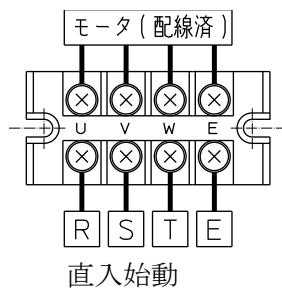
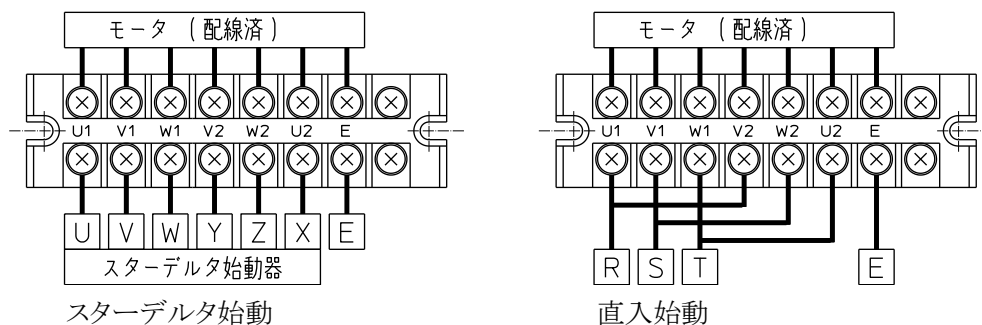

図2 固定端子台に電源接続 (モータ 3.7kW 以下機種)
図3 固定端子台に電源接続 (モータ 5.5kW 以上機種)
- (1) モータシャフトを手回して、異物の混入や接触箇所のないことを確かめてください。
- (2) 本機及びモータの銘板を調べ、電源設備の仕様と同じであることを確かめてから、電気工事技術者の元で、電気設備技術基準及び内線規定に従って電源を接続してください。KF-L シリーズにはプルボックスがありますので、図 2 もしくは図 3 を参照して電源を接続してください。